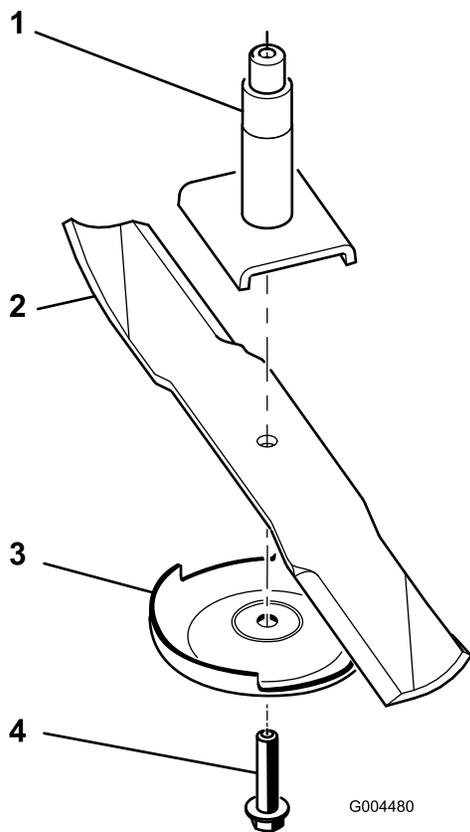

図 77
注 ブレードが水平に停止すればバランスがとれているからそのまま使用してよい。もし傾くようなら、重い方の裏面を少し削って調整する 図 77。バランスがとれるまで調整する。
1. スピンドルシャフトにブレードを取り付ける(図 77)。
2. 芝削り防止プレートとブレードボルトを取り付ける(図 77)。